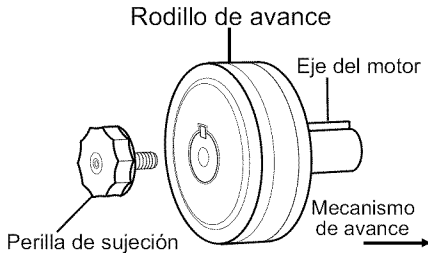

Figura 6. Rodillo alimentador
Antes de instalar cualquier alambre soldador en la unidad, deberá colocar la ranura del tamaño adecuado en posición en el mecanismo de avance del alambre. Refiérase a la Figura 6.
- Localice el costado del rodillo de alimentación que esté estampado con el mismo diámetro del alambre a instalar (ver Figura 6). Inserte el rodillo en el eje del motor. Asegúrese que el lado estampado con el diámetro del alambre deseado no se encuentre hacia usted.